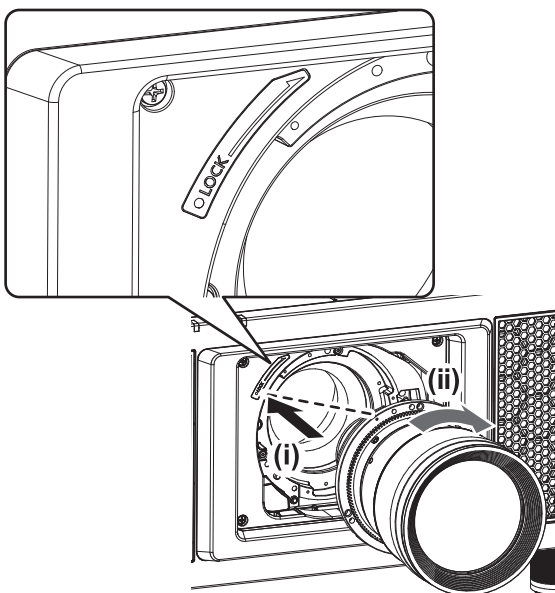

Abb. 1
- 1) Setzen Sie das Projektionsobjektiv ein, indem Sie die Markierung am Projektionsobjektiv (orange) an der Markierung am Projektorgehäuse (○ links neben LOCK) ausrichten und das Projektionsobjektiv im Uhrzeigersinn drehen, bis es einrastet. (Abb. 1)